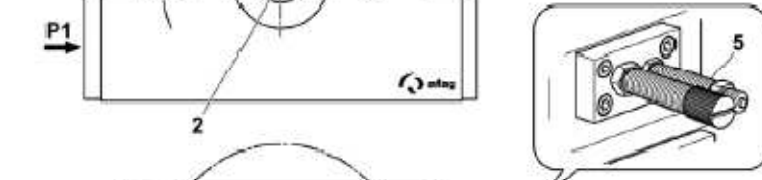

Fig. 15-2
Druckluft an (P1) lösen und an (P2) geben. Die Ritzelwelle (2) dreht sich im Uhrzeigersinn bis Begrenzung durch Anschlagsschraube (5) (Fig.15-2).